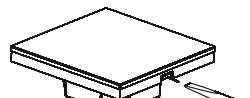

Рис. 1. Отсоединение панели от корпуса.
- Аккуратно отделяйте лицевую панель от корпуса при помощи отвертки (Рис. 1).